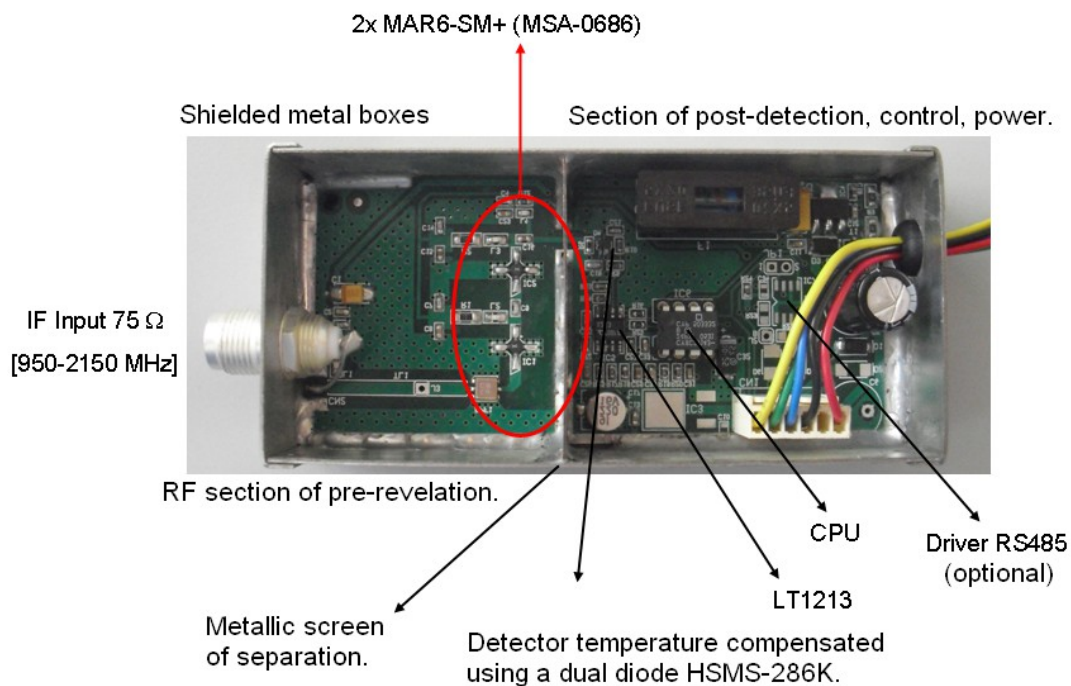

Fig. 5: Les pièces internes du module de *microRAL10* radiométrique, le cœur du *RAL10AP*.
3. Très faible consommation d'énergie, la modularité, la compacité, l'économie (Fig. 5).